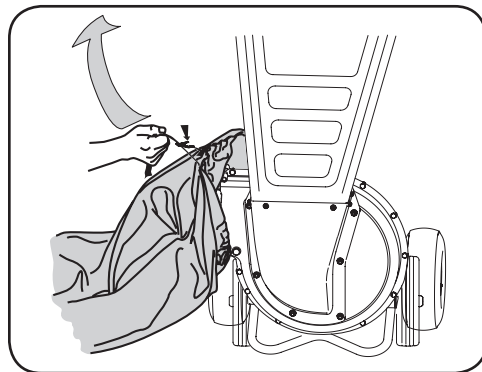

Figura 2-2
3. Ponga la abertura de la bolsa completamente sobre el canal deflector. Vea la Figura 2-2.